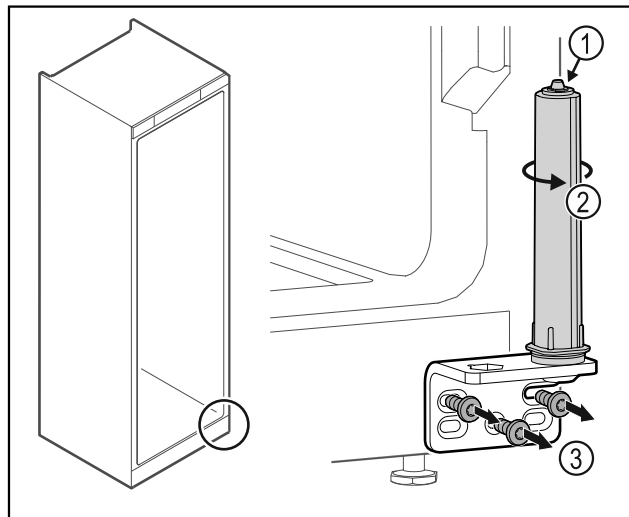

Fig. 37
- Deursluitsysteem Fig. 37 (1) niet uit elkaar halen.
- Sluitsysteem Fig. 37 (2) draaien tot het klikt.
- Scharnierhoek losschroeven Fig. 37 (3).